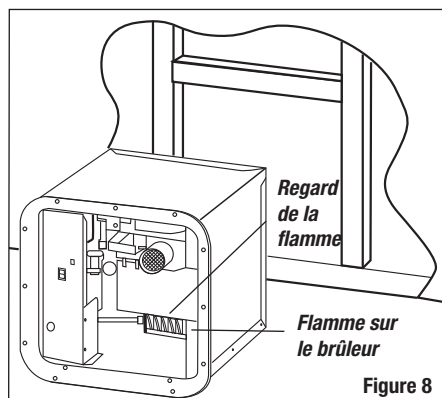

Figure 8
8. Allumer le chauffe-eau et ouvrir le robinet d'eau chaude pour inspecter la flamme de brûleur. La flamme doit être d'apparence bleutée normale indiquant une bonne combustion. Il est possible d'accomplir ceci en observant la flamme par l'orifice de regard et en regardant le brûleur sous le rebord de l'échangeur de chaleur (voir Figure 8).